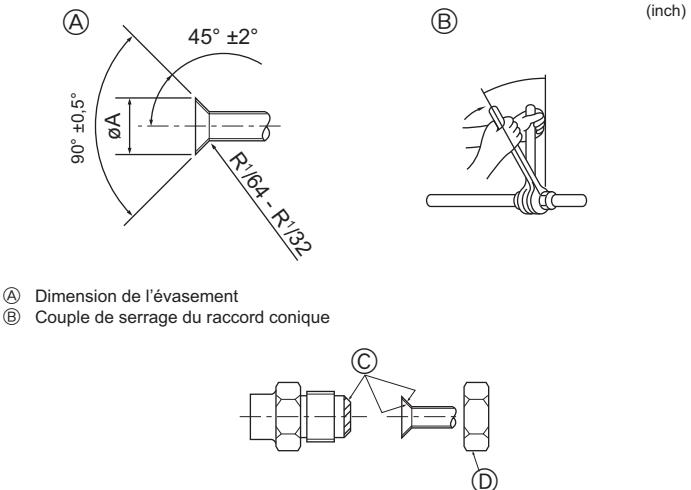

Fig. 4-2
(B) (Fig. 4-2)
4.2. Connexion des tuyaux (Fig. 4-2)